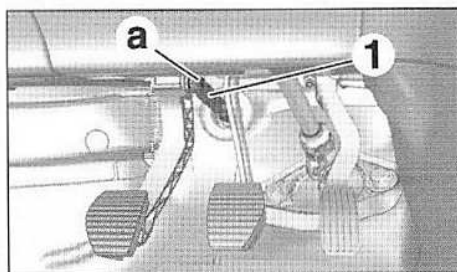

FIG.11
- Dégrafer la tige (1) du cylindre émetteur en (a) (Fig.11).